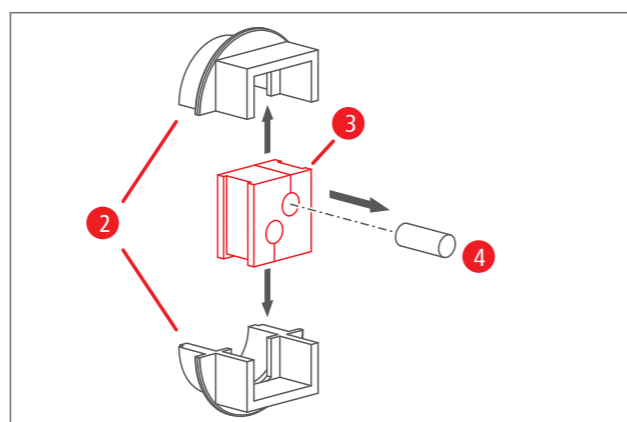

Fig. 4 Ouverture du passe-câble
4. Retirez les douilles extérieures (2) du passe-câble. (voir Fig. 4)
5. À l'aide d'un tournevis, démontez les douilles extérieures (2) du presse-étoupe. (voir Fig. 4)
6. Vous pouvez retirer maintenant le caoutchouc (3) du guide-câble en le poussant. (voir Fig. 4)
7. En fonction du nombre de câbles utilisés, enlevez un ou les deux bouchons d'obturation (4) du caoutchouc du passe-câble. (Fig. 4)
9. Remettez les douilles (2) du passe-câble en place. (voir Fig. 4)